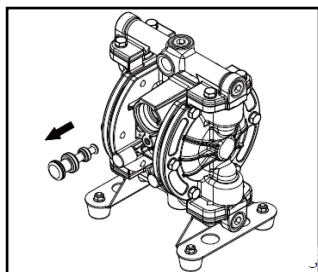

Figure 44
- Retirez l'assemblage de la bobine en la poussant du côté du capuchon A (le côté sans bouton de réinitialisation). (Voir la figure 44).